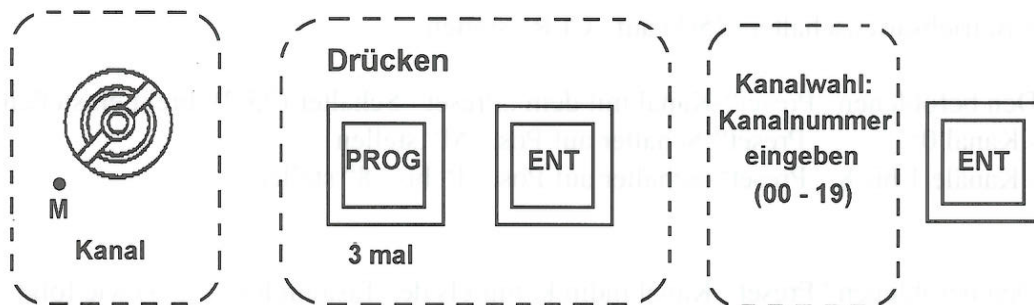

Bild 30 Kopieren (Übernehmen) von Kanalparametern in den Kanal „M“
3. Den „Preset“-Kanal indirekt durch Kopieren in den Kanal „M“ wie folgt einstellen (Bild 30):
- Die Schritte gem. 2.1.3.5(2) 2) wiederholen.